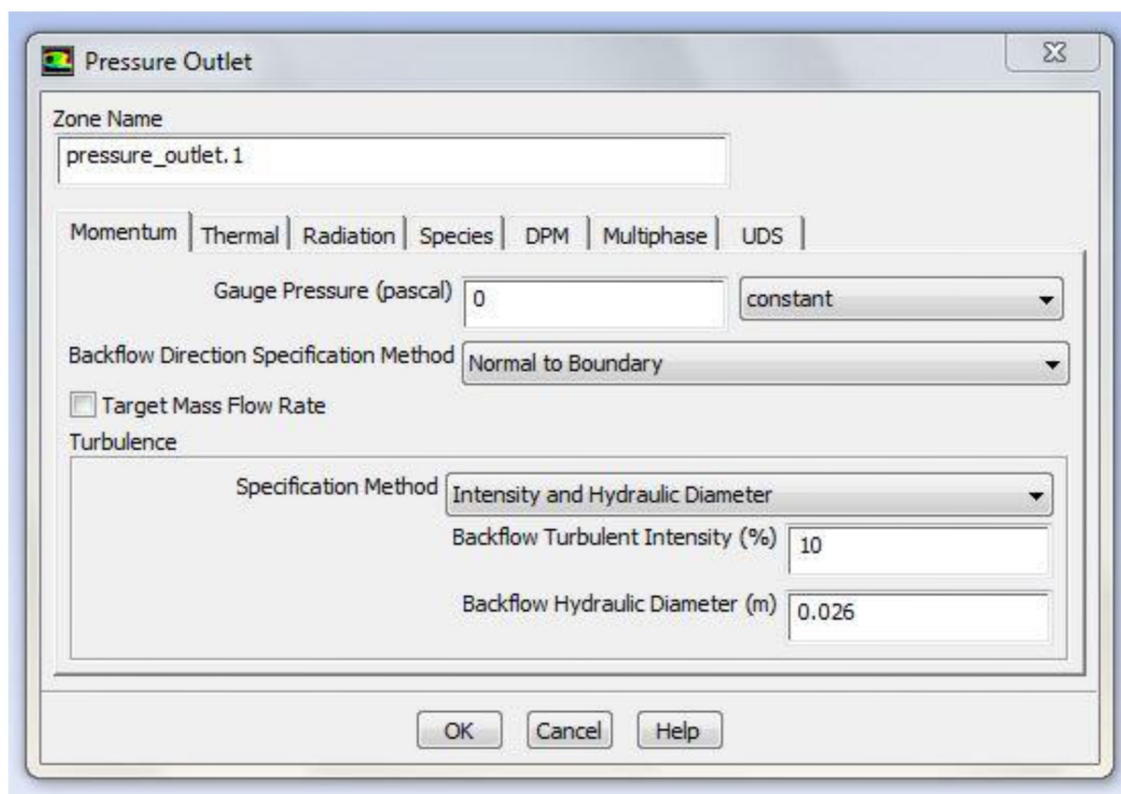

Рисунок 2.13 – Меню настройки давления на входе *pressure_outlet*
2. Для задания граничного условия на выходной границе в меню *Boundary Condition* нужно выбрать имя данной границы (*pressure_outlet.1*) и нажать кнопку *Set*. Это вызовет появление меню *Pressure Outlet* (рисунок 2.13).